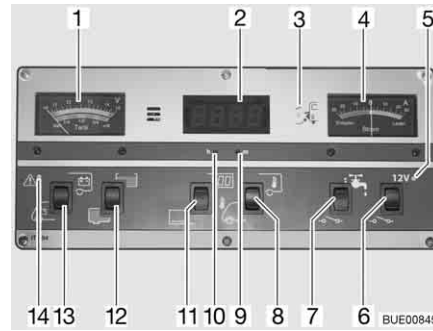

Bild 130 Panel IT 994
Med instrumentet V/tank (Bild 130,1) avläses den övre skalan. Instrumentets belysning tänds automatiskt när en knapp trycks in.
- Vippkontakten (Bild 130,13) trycks in nedtill: Startbatteriets spänning visas.
- Vippkontakten (Bild 130,13) trycks in upptill: Bodelsbatteriets spänning visas.
På instrumentet V/tank (Bild 130,1) avläses den undre skalan. Instrumentets belysning tänds automatiskt när en knapp trycks in.
- Vippkontakten (Bild 130,12) trycks in upptill: Vattenvolymen visas.
- Vippkontakten (Bild 130,12) trycks in nedtill: Avloppsvattenvolymen visas.
Den röda varningslampan ALARM (Bild 130,14) blinkar så snart spänningen i bodelsbatteri har sjunkit till under 11 V (mätning under pågående drift) och risk för djupurladdning föreligger.
- Vippkontakten (Bild 130,11) trycks in upptill: Visning av digitalur är inkopplad. Temperaturvisning är driftsklar.
- Vippkontakten (Bild 130,11) trycks in nedtill: Visning av digitalur och temperaturvisning är avstängda.
- Tryck i öppningen för timvisningen (Bild 130,10) med en spetsigt föremål, t. ex en pennspets, tills önskat timtal har nåtts.
- Tryck i öppningen för minutvisningen (Bild 130,9) med en spetsigt föremål, t. ex en pennspets, tills önskat minuttal har nåtts.
- Vippkontakten (Bild 130,8) trycks in upptill: Innetemperaturen visas.
- Vippkontakten (Bild 130,8) trycks in nedtill: Utetemperaturen visas.
På instrumentet ström (Bild 130,4) visas batteriströmmens flöde kontinuerligt. Instrumentets belysning tänds automatiskt när en knapp trycks in.
Med huvudbrytaren 12 V (Bild 130,6) kopplas panelen och bodelens 12 V-försörjning till eller från.
Slå på: ■ Vippkontakten (Bild 130,6) trycks in upptill: 12 V-försörjningen för bodelen är påslagen. Kontrollampan (Bild 130,5) lyser grönt.
Slå från: ■ Vippkontakten (Bild 130,6) trycks in nedtill: 12 V-försörjningen för bodelen är avstängd. Kontrollampan (Bild 130,5) slocknar.
Kontrollampen 12 V (Bild 130,5) lyser då huvudbrytaren 12 V (Bild 130,6) är inkopplad.
Den gula 230 V-kontrollampen (Bild 130,3) lyser när nätspänningen ligger på el-blockets ingång.
Slå på: ■ Vippkontakten (Bild 130,7) trycks in upptill: Vattenförsörjningen är aktiverad.
Slå från: ■ Vippkontakten (Bild 130,7) trycks in nedtill: Vattenförsörjningen är avstängd.